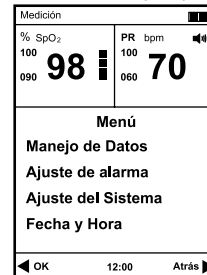

Fig.4-1
- 1) Pulse el botón de encendido durante 3 segundos para encender el Pulsioxímetro y luego presione el botón de menú para entrar en el menú principal, consulte la Fig.4-1.